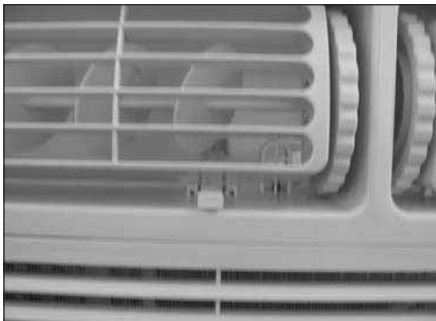

Figure 1 (AERATEUR FERME)
1. Faire recirculer l'air à l'intérieur de la pièce – aérateur fermé (voir Figure 1)